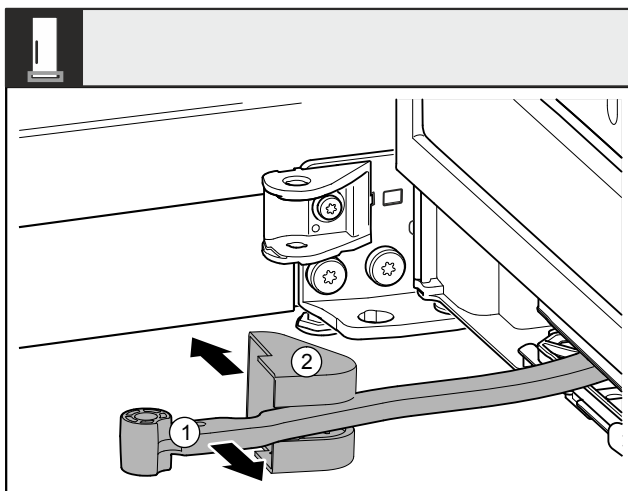

Fig. 10
- ▶ Obrócić przegub Fig. 10 (1) w kierunku drzwi.
- ▶ Usunąć osłonę płytki zawiasu Fig. 10 (2).